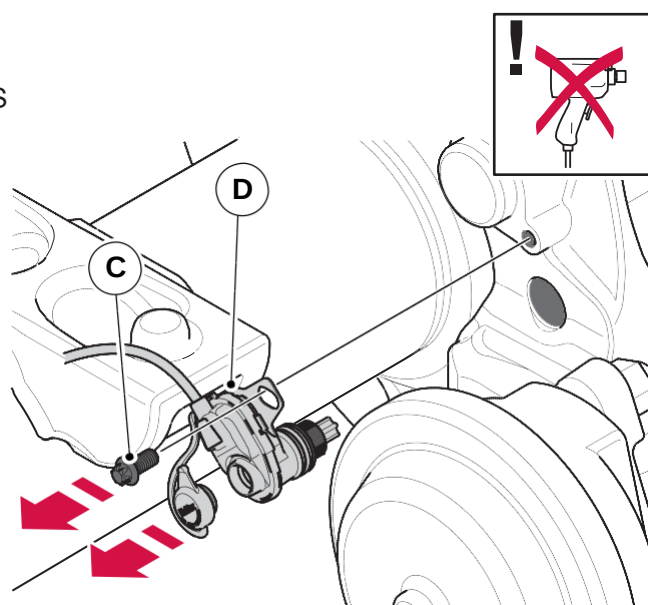

Figura 97. Remover PWS/PWIS
2. Desaparafuse o Parafuso M8 (C) e retire o PWS/PWIS (D) da pinça de freio (consulte a figura 97).